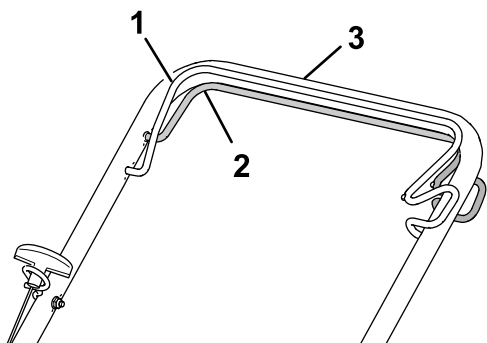

Рисунок 16
- Для включения самоходного привода: прижмите штангу управления самоходным приводом к рукоятке и удерживайте ее в нажатом положении (Рисунок 16).